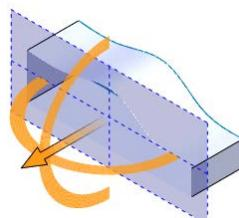

图 6.11.3 定义参考剖面
(2) 定义剖面。在“剖面视图”对话框的 **剖面 1(1)** 区域中单击  按钮, 以前视基准面作为剖面, 此时可看到在绘图区中显示的特征为曲面, 如图 6.11.3 所示; 单击  按钮, 关闭“剖面视图”对话框。